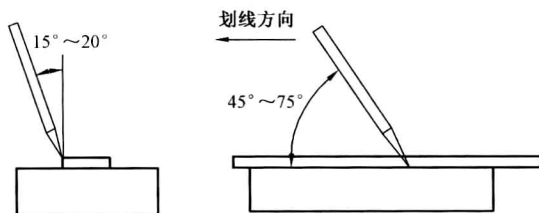

图 1-10 划针的用法
(1) 针尖要紧靠导向工具的边缘,并压紧导向工具,避免滑动而影响划线的准确性。
(2) 划针的握法与用铅笔划线相似,上部向外倾斜 $15^{\circ} \sim 20^{\circ}$,并向划线方向倾斜约 $45^{\circ} \sim 75^{\circ}$ 。划针的用法如图 1-10 所示。